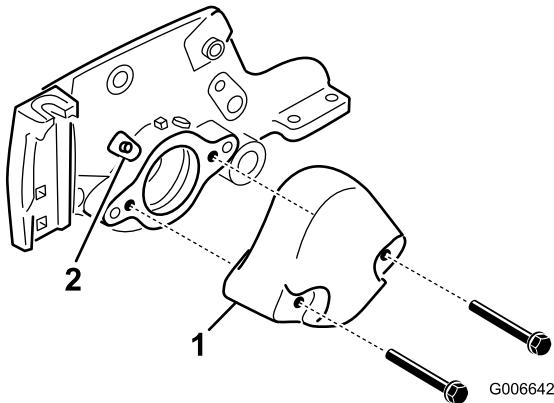

Figura 3
- Togliete i due bulloni che fissano il contrappeso all'estremità sinistra dell'apparato di taglio. Togliete il contrappeso (Figura 3).
- Togliete il raccordo d'ingrassaggio diritto dalla sede del cuscinetto e sostituitelo con il raccordo a 45 gradi (Figura 3). Il raccordo deve essere rivolto verso la parte superiore dell'apparato di taglio.